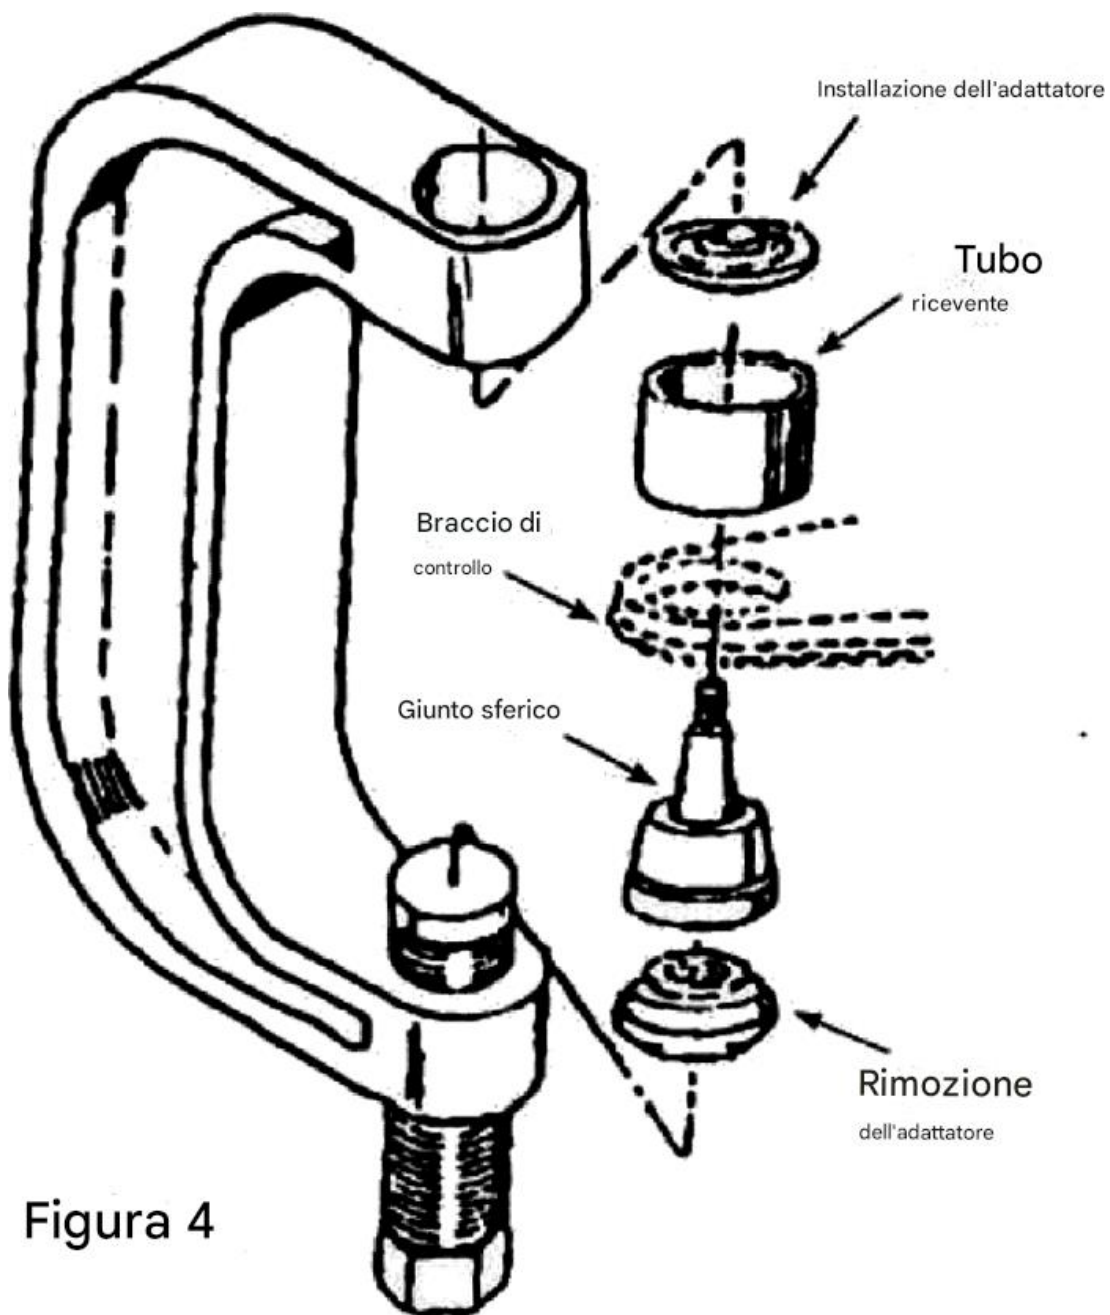

Figura 4
3. Assembla l'elemento di pressione del giunto sferico, come mostrato nella figura 4. Posiziona il tubo di ricezione e serra la vite di pressione. Controlla l'allineamento di tutti gli strumenti e componenti, quindi continua a serrare la vite di pressione fino a quando il giunto sferico è ben fissato.